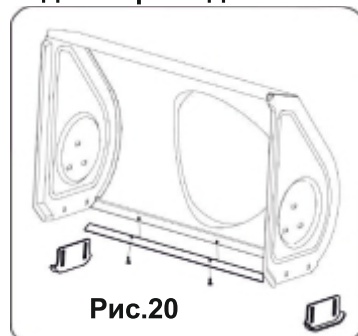

Рис.20
2. Соберите новую пластину, убедившись, что головки болтов каретки находятся внутри корпуса. Надежно затяните (Рис.20).